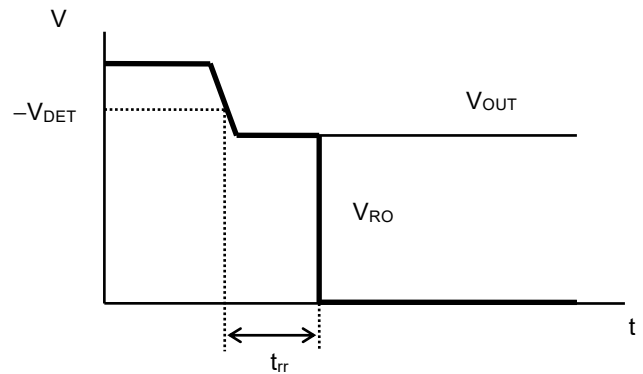

図5 リセット反応時間
*4. V_{OUT} が $-V_{DET}$ を下回ってから実際にRO端子の出力が反転するまでの時間 (図5参照)。 V_{OUT} が $V_{OUT(S)} \rightarrow -V_{DET}$ に変化してから V_{RO} が $V_{OUT} / 2$ に達するまでの期間を表します。